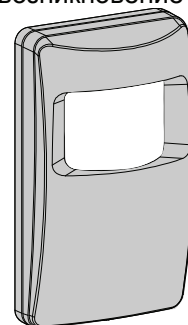

Рисунок 1. Внешний вид
1. Выверните винт крепления вниз (см. Рисунок 1) и снимите крышку.